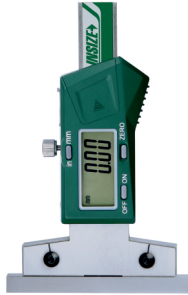

Abb. 4
- » Ziehen Sie die Feststellschraube an und drücken Sie die „ZERO“-Taste, um Null zu setzen (Abb. 4).